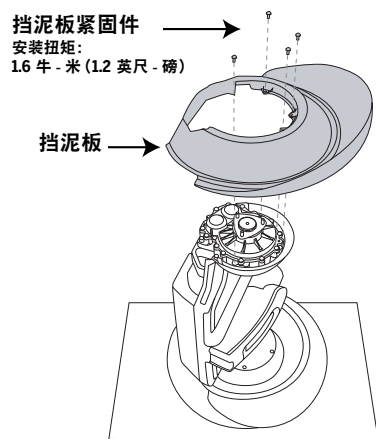

图 2. 拆卸或安装挡泥板
10. 要重新装上挡泥板，请将挡泥板与变速箱中的孔对齐。请参见图 2。